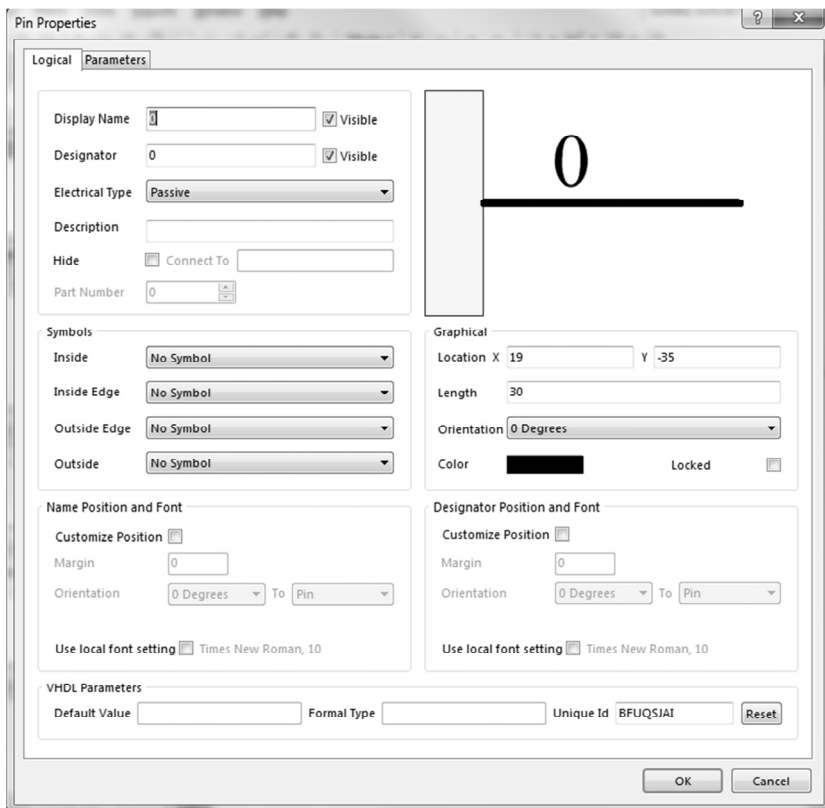

Рис. 2.6. Ввод настроек контакта перед его размещением
2. До того как разместить контакт, нажмите кнопку **[Tab]**, чтобы отредактировать свойства. Появится диалог *Pin Properties* (рис. 2.6). Свойства, настроенные до размещения контакта, будут приняты за свойства по умолчанию, а номер контакта и имя контакта, если оно оканчивается на номер, будут автоматически увеличиваться при размещении каждого следующего контакта.